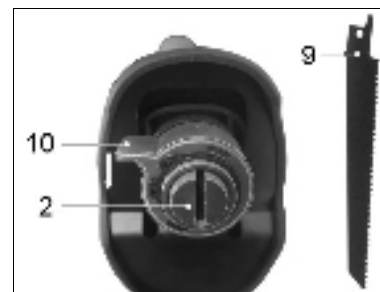

Рис. 3.
7.1. Установка пильного полотна в быстрозажимной держатель модели СПЭ-710/115Э (Рис. 3)